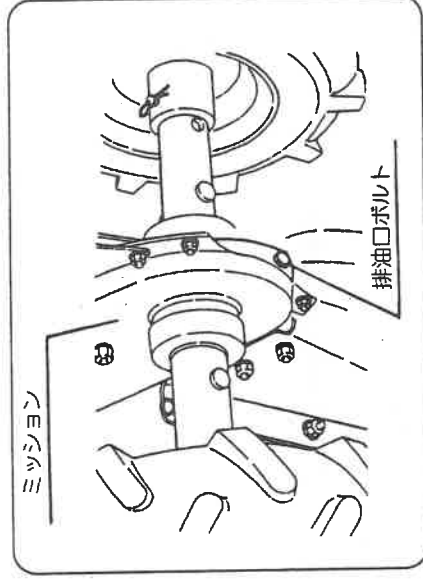

図35
- ② ミッションケース下部にある排油口ボルトを取外して汚れたオイルを流し出してください。(図35)